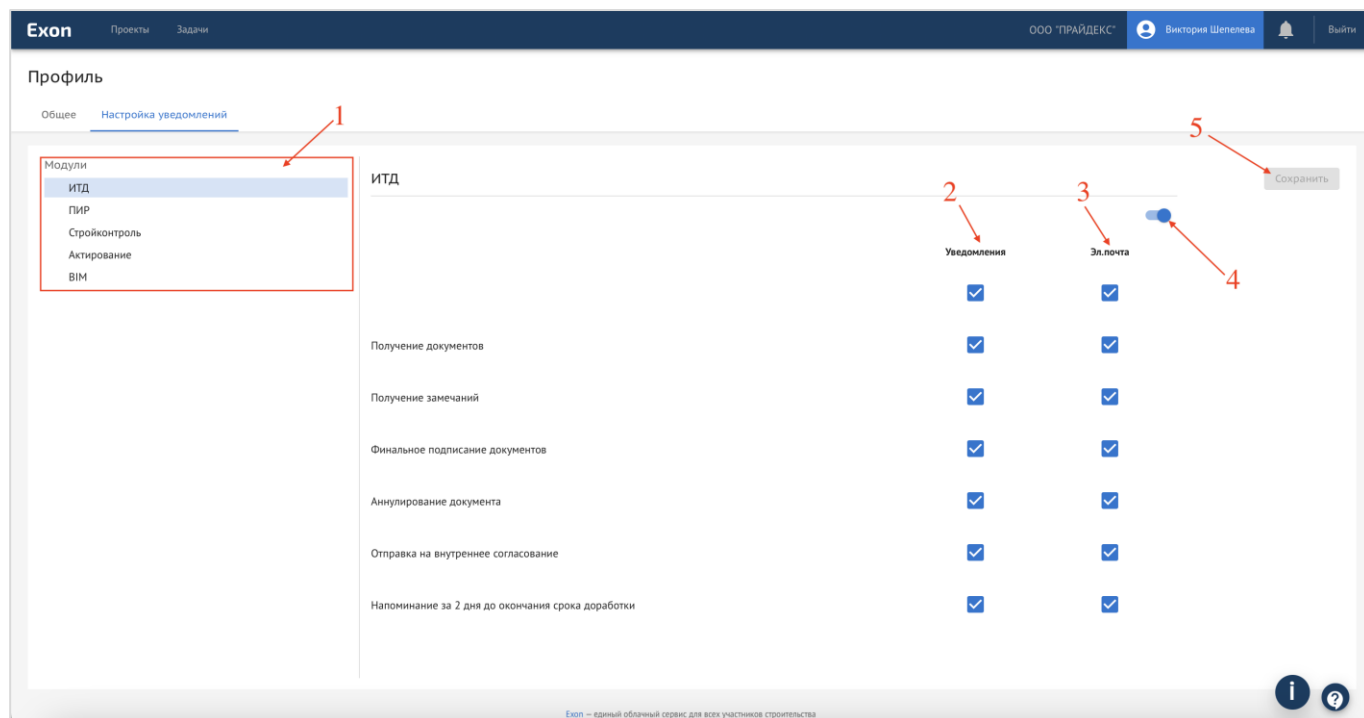

Рис. 12 – Настройка уведомлений
11.2. Настройки уведомлений. В данной вкладке представляется возможным настроить уведомления по отдельным модулям (1). Можно настроить получение желаемых типов уведомлений, поступающие в системе (2), а также те, которые будут поступать посредством электронной почты (3), для этого необходимо напротив типа уведомлений проставить или убрать флажки чекбоксов. Дополнительно, есть возможность отключить уведомления по тому или иному модулю (4). По окончании настройки уведомлений в каждом из модулей, требуется нажать «Сохранить» (5) (рис. 12).